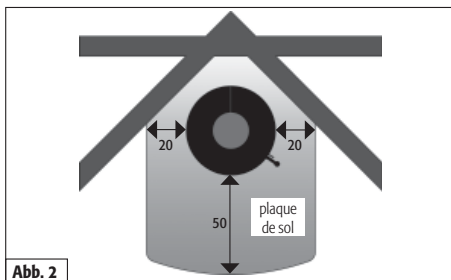

Abb. 2
**La taille de cette plaque de sol doit dépasser le tracé du poêle-cheminée d'au moins 50 cm devant et d'au moins 20 cm sur les côtés (fig. 2).**